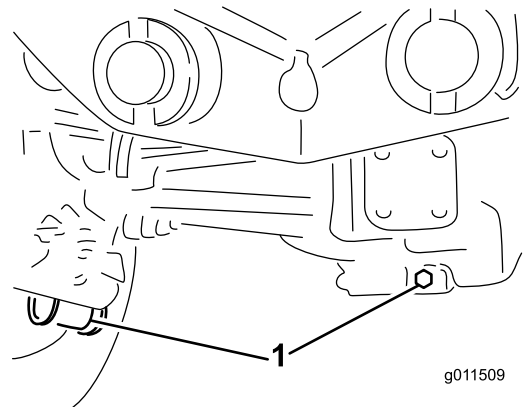

Figure 71
2. Nettoyez la surface autour des 3 bouchons de vidange, 1 à chaque extrémité et 1 au centre (Figure 71).